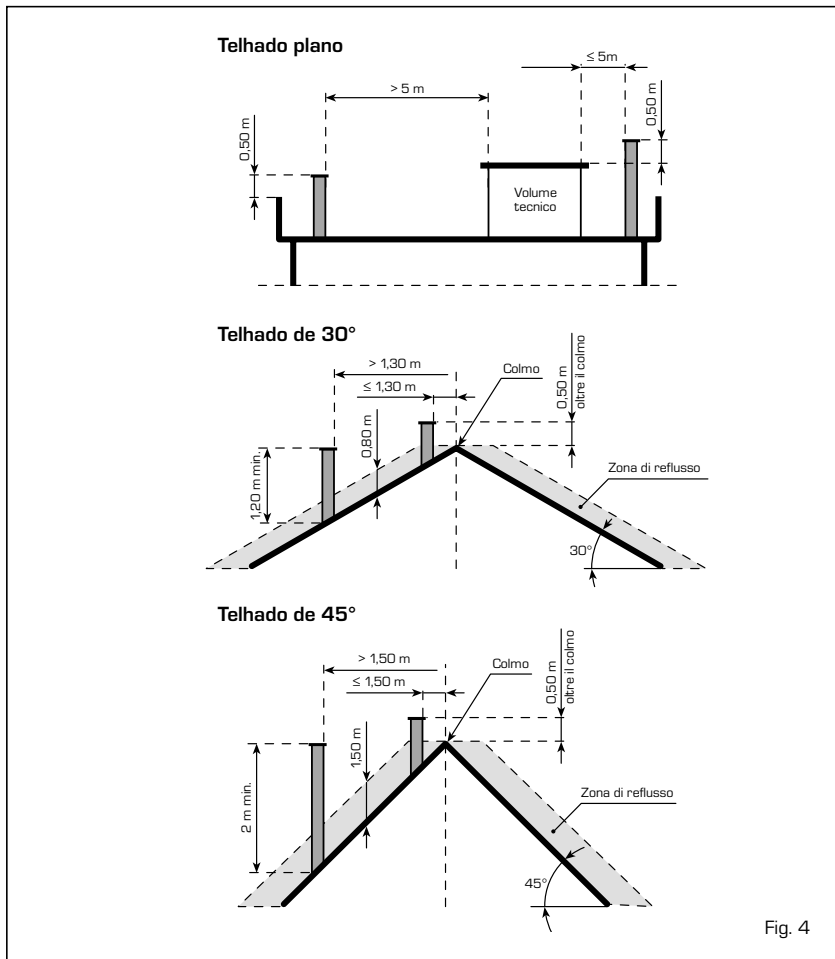

Fig. 4
- deve ter por cima um chapéu, cuja saída deve ficar fora da zona de refluxo para evitar a formação de contrapressões que possam impedir a livre evacuação na atmosfera dos produtos da combustão. É necessário portanto que sejam respeitadas as alturas mínimas indicadas na fig. 4;